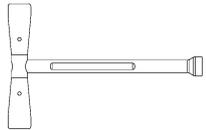
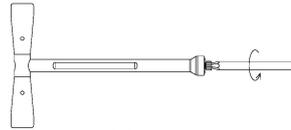

図 6-1
図 6-2
- 7) 圧迫スクリューと圧迫ナットが固着して取り外せなくなった場合は、圧迫スクリューを先端側から圧迫 T レンチへ取り付け (図 6-1)、4.5CS ドライバーで取り外して下さい。(図 6-2)